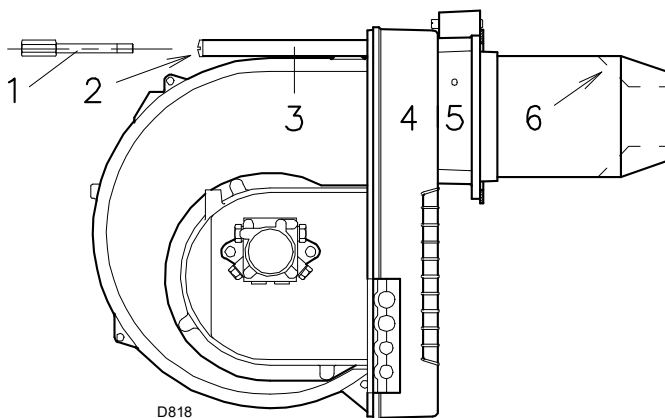

Fig. 13
- Remonter finalement le brûleur 4)(Fig. 13) sur les guides 3) et faire coulisser celui-ci jusqu'à la bride 5), en le tenant légèrement soulevé pour éviter que l'ensemble stabilisateur de flamme ne bute contre les ailettes de guidage 6) de la buse.
- Visser les vis 2)(Fig. 13) sur les guides 3) et la vis 1) de fixation du brûleur à la bride.